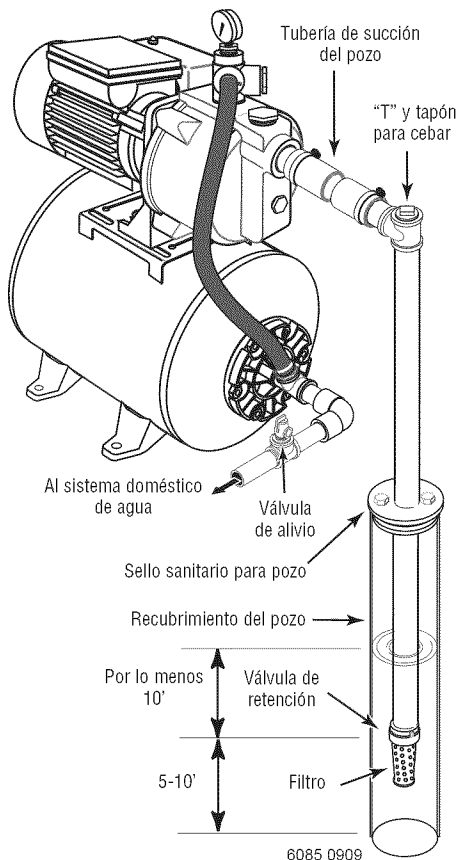

Figura 2: Instalación de pozo recubierto
Instalación de pozo recubierto con un recubrimiento de 2" o mas (Figura 2)
- Paso 2. Instale la válvula de retención, el filtro y la tubería del pozo (vea la Figura 2). Asegúrese que la válvula de retención funcione libremente.
Paso 4. Instale una "T" para cebar, tapón para cebar y la tubería de succión a la bomba (vea la Figura 2). Conecte la tubería del pozo al orificio de succión de la bomba; utilice el menor número de conexiones posible - especialmente codos - ya que las conexiones incrementan la fricción en la tubería (sin embargo, incluya una válvula de pie - ver la Figura 2). La tubería de succión debe ser por lo menos del mismo tamaño que el orificio de succión en la bomba. Soporte la tubería para que no haya inclinaciones verticales o hundimientos en ella a fin de que no ejerza tensión sobre el cuerpo de la bomba y con el propósito de que no se incline ligeramente hacia arriba desde el pozo hacia la bomba (los puntos altos pueden ocasionar que se formen bolsas de aire que pueden bloquear la bomba). Selle las juntas de la tubería de succión con cinta de Teflón™ o con un compuesto a base de Teflón™ especial para juntas de tuberías. Las juntas deben ser a prueba de agua y estar herméticamente cerradas. Si la tubería de succión pudiera succionar aire, la bomba no podrá sacar agua del pozo.